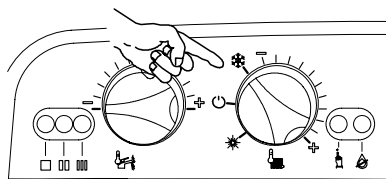

Fig. 2.58
- 1 Подать электропитание на бойлер с помощью двухполюсного выключателя, и установить Переключатель режима работы / Рукоятку регулирования температуры отопления как указано в Fig. 2.58.